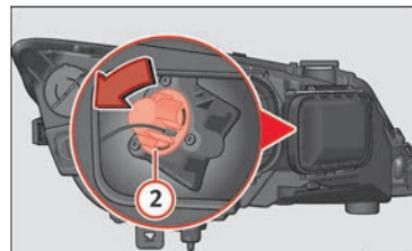

Fig. 209 Lámpara de luz intermitente.
- Gire el portalámparas » **fig. 209 ②** a la izquierda y tire.